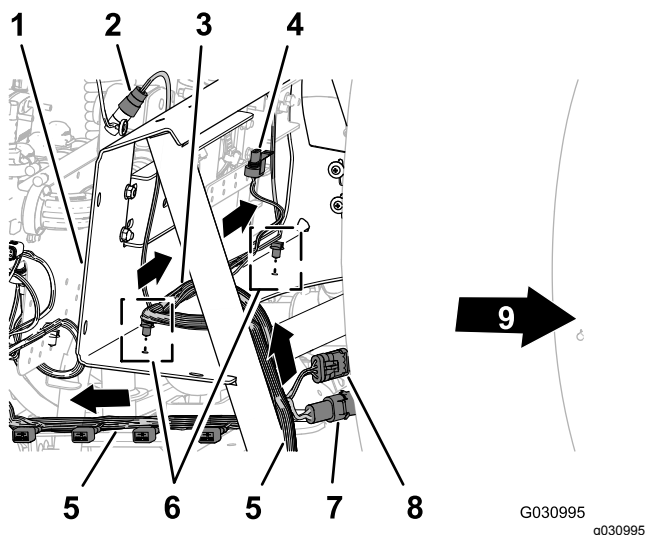

Figura 98
1. Disponete la diramazione da 203 cm del cablaggio preassemblato sul lato interno del montante di supporto per il supporto della valvola e all'indietro, verso il supporto a 10 valvole, come illustrato nella Figura 98.
- Disponete la diramazione del cablaggio preassemblato da 81 cm per il flussometro e la valvola dell'agitatore attraverso la parte anteriore del supporto del collettore (Figura 98).
- Inserite i fermi a pressione della diramazione del cablaggio preassemblato di 81 cm nei fori del tubo nella flangia inferiore del supporto del collettore (Figura 98).